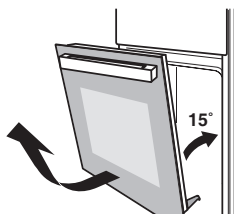

Рис. 2
2. Прикройте дверцу до положения примерно в 15° и выньте ее (рис.2).